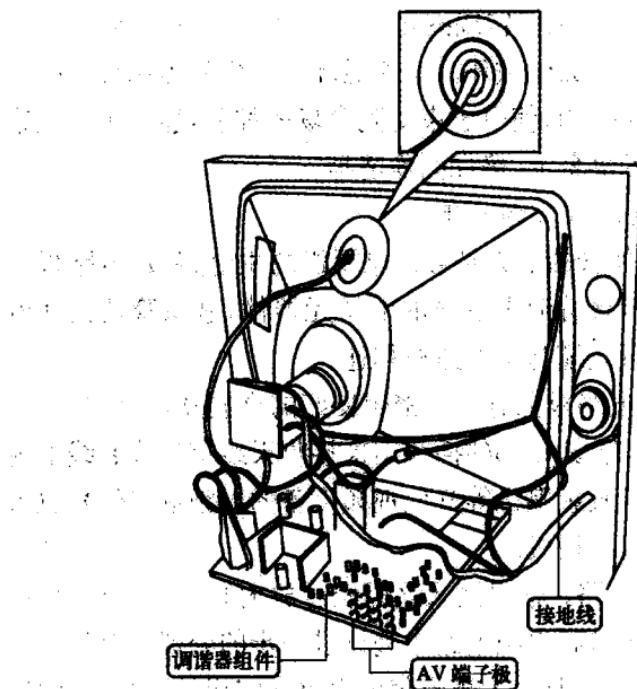

图 1-2 显像管的高压端
② 如图 1-2 所示,在显像管上方是高压嘴(高压输入端)。由行输出变压器产生的阳极高压通过绝缘良好的引线送到显像管的高压嘴,为显像管提供高压。
③ 显像管的玻璃壳外有黑色涂层,这些涂层起屏蔽作用。